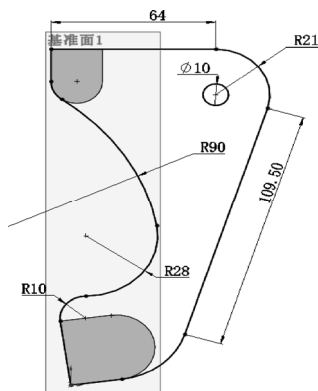

图 1-42 绘制草图 2
**05** 绘制草图 2。在左侧的“FeatureManager 设计树”中用鼠标选择“基准面 1”作为绘制图形的基准面。单击“草图”控制面板中的“直线”按钮、“圆”按钮、“绘制圆角”按钮和“智能尺寸”按钮, 绘制并标注草图如图 1-42 所示。